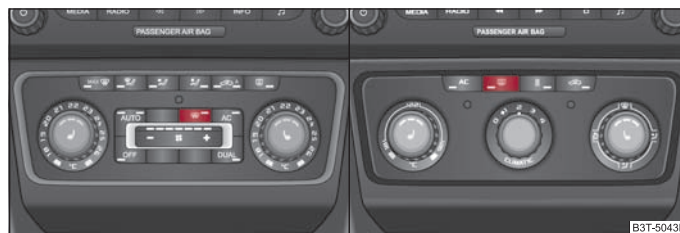

Fig. 59 Conmutador del parabrisas calefactable / Conmutador para la calefacción de luneta
- Se conecta o desconecta el calefactado del parabrisas pulsando el conmutador  ⇒ página 73, fig. 59 - lado izquierdo, el testigo de control en el conmutador se enciende o se apaga.
- Se conecta o desconecta el calefactado de la luneta pulsando el conmutador  ⇒ página 73, fig. 59 - lado derecho, el testigo de control en el conmutador se enciende o se apaga.